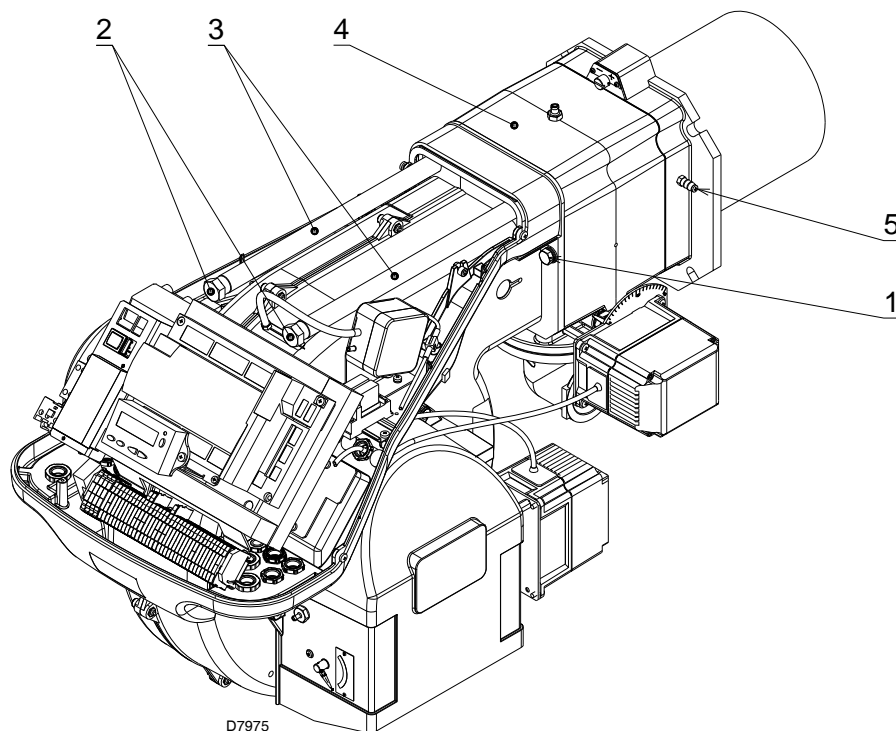

图 20
- 插好探针及电极电缆，然后将燃烧器推至接触多歧管，如图 20 所示位置；